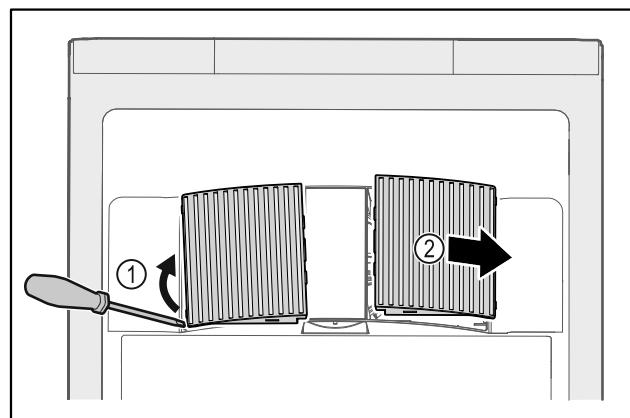

Fig. 176
- Кожух вентилятора обережно підважити зі сторони Fig. 176 (1) і витягнути рухом вперед Fig. 176 (2).